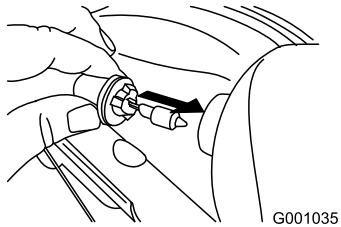

Figure 53
4. Introduisez une ampoule neuve dans le phare par l'arrière (Figure 53).